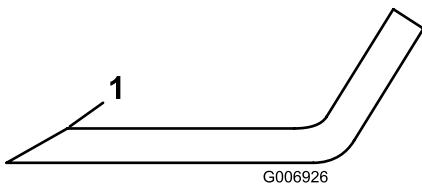

図 67
5. 全部のブレードの切っ先を丁寧に点検する。切っ先が鈍くなっていたり欠けていたりした場合には研磨する。研磨は刃先の上面だけに行い、刃の元々の角度を変えずに刃先を鋭利にする図 67。
6. 刃先に磨耗や欠けがある場合には研磨するが、研磨は刃先の上面だけを行い、刃の元々の角度を変えないように十分注意する図 67。